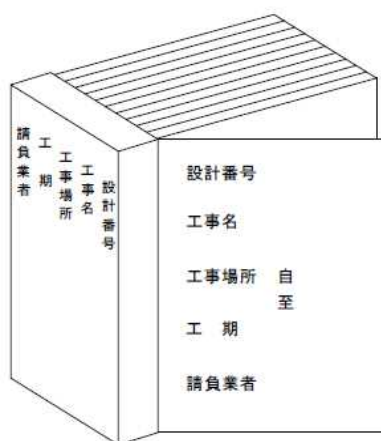

図6-1 竣工書類一式
2. 表6-2に定める書類を竣工書類一式とし、原則として図6-1に示すとおりチューブファイル一冊に製本すること。